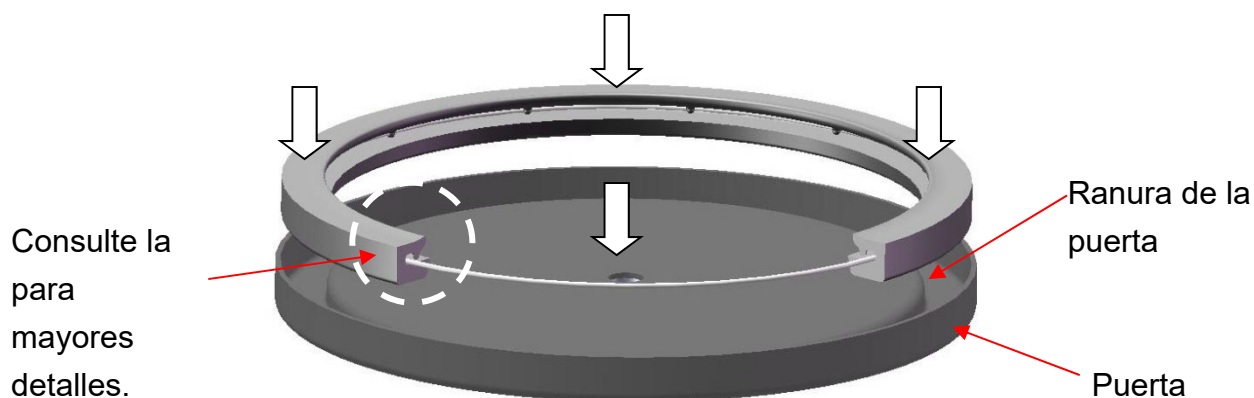
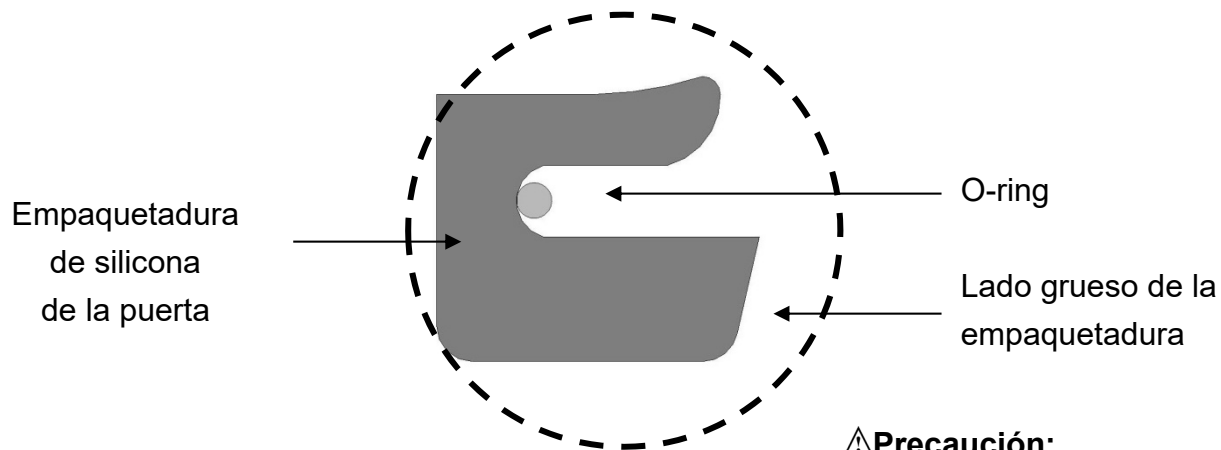

Figura 58
Figura 59
3. Instale la empaquetadura con el o-ring dentro de la ranura. Presione la empaquetadura en la ranura de la puerta de forma uniforme según se indica en la Figura 58. Tome en cuenta la dirección de instalación mientras presiona la empaquetadura en la ranura, puesto que la empaquetadura está diseñada con una sección trapezoidal. Consulte la Figura 59 para la dirección correcta.